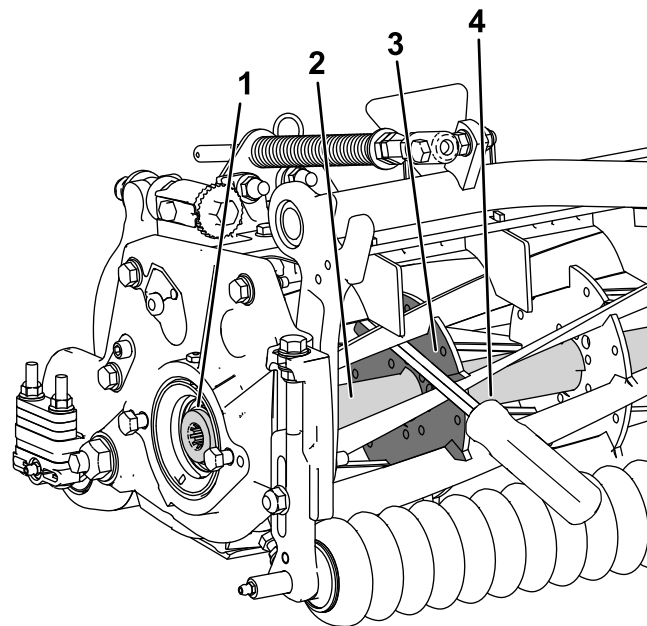

Figura 32
1. Insira um pé de cabra de cabo longo (recomendado 3/8 x 12 pol. com pega de chave de parafusos) através da frente do cilindro de corte, o mais próximo do lado da unidade de corte que irá apertar (Figura 32).
2. Coloque o pé de cabra contra o lado soldado do reforço interno do cilindro de corte (Figura 32).